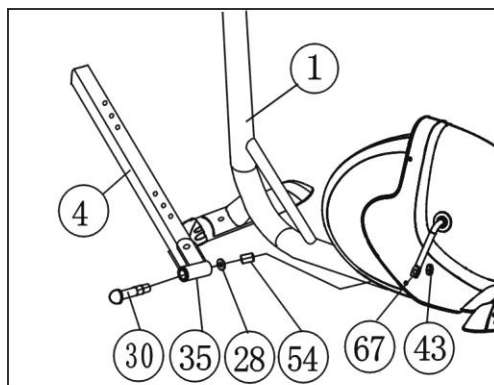

Figure 7
Führen Sie die gleichen Schritte wie oben aus, um das rechte Pedalstützrohr (4) an die rechte Pedalachse zu montieren. (31). (Siehe Abbildung 7)